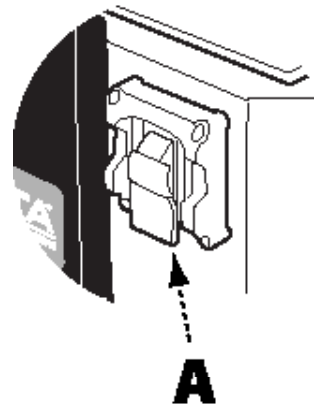

FIGURE 11
L'interrupteur ON/OFF (marche/arrêt) (A), indiqué dans la figure 11, est situé à l'avant de l'armoire de la dégauchisseuse. Pour démarrer la machine (« ON »), mettez l'interrupteur en position haute. Pour éteindre la machine (« OFF »), mettez l'interrupteur en position basse.